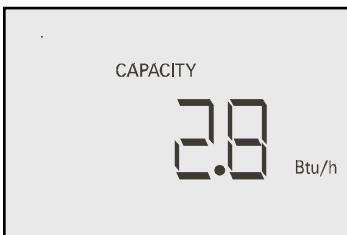

Fig. 18
- 5.5.8** Mesurez pendant une minute (Fig. 14, étape 5) en veillant à ce que la sonde balaye toute la superficie de la grille (cf. étape 5.4.6). Votre but est d'obtenir une mesure moyenne de toutes les bouches disponibles. A la fin de la minute de lecture, l'instrument émettra un bip sonore et l'écran LCD affichera les résultats en BTU/h (Fig. 18).